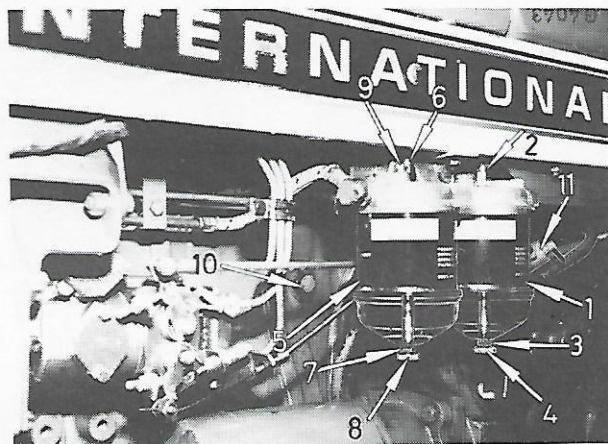
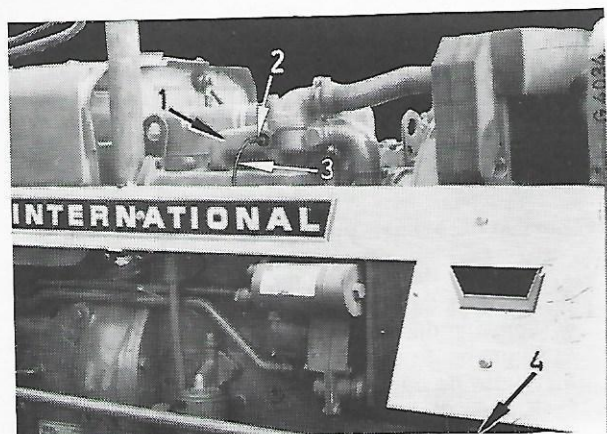

Fig. 54
Fig. 59
Remplacez le filtre primaire (1, fig. 54) toutes les 800 heures de travail, et le filtre final (5) toutes les 1600 heures, ou avant, si vous constatez une baisse de puissance lorsque le tracteur travaille à pleine charge.
Filtre final (5, Fig. 54)
Faites le plein du réservoir à combustible et ouvrez le robinet d'arrêt (11, fig. 54).
Pour effectuer la vidange du système de refroidissement, dévissez le bouchon de vidange (4, fig. 59) et celui (10, fig. 54) du carter moteur. Enlevez le bouchon de pression.
Une sonde (2, fig. 59) transmet la température de l'eau à l'indicateur de température du tableau de bord. Si l'indicateur ne fonctionne pas, regardez si le câble (3) est bien connecté ou si l'isolant est endommagé.